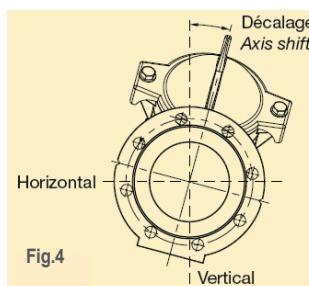

Fig.4
- Pour DN > 250 : montage hors axe avec décalage possible afin de diminuer les coups de bâlier lors de la descente de la boule. Fig.4
- Ball check valves DN >250: possibility to install on shifted axis in order to decrease the water hammer effect when the ball descends. Fig.4
- Para DN > 250: montaje fuera del eje con desplazamiento posible para disminuir los golpes de ariete durante el descenso de la bola. Fig.4
- Для Dу > 250, возможен несоосный монтаж для уменьшения гидравлических ударов при опускании шара. Fig. 4
- Bei kugelhähnen von DN>250 mögliche montage mit achsverschiebung, um Wasserschläge zum zeitpunkt des herablassens der kugel zu verringern. Fig.4
- Voor DN > 250 : montage buiten als met afwijkking mogelijk om de drukstoten te verminderen wanneer de kogel naar beneden gaat. Fig.4
- Para >DN250: montagem fora do eixo com deslocamento possível para reduzir o golpe de ariete quando a esfera desce – Fig.4